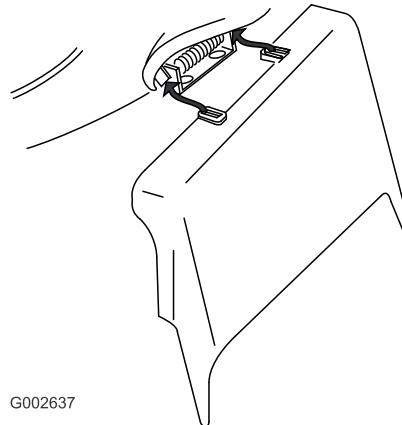

Рисунок 38
- Поднимите боковую выпускную дверцу, чтобы открыть ее (Рисунок 38).